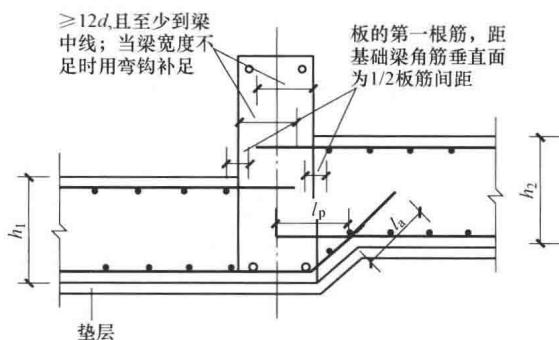

图 1-22 构造图
(3) 梁板式筏形基础上下均不平。构造图如图 1-22 所示。